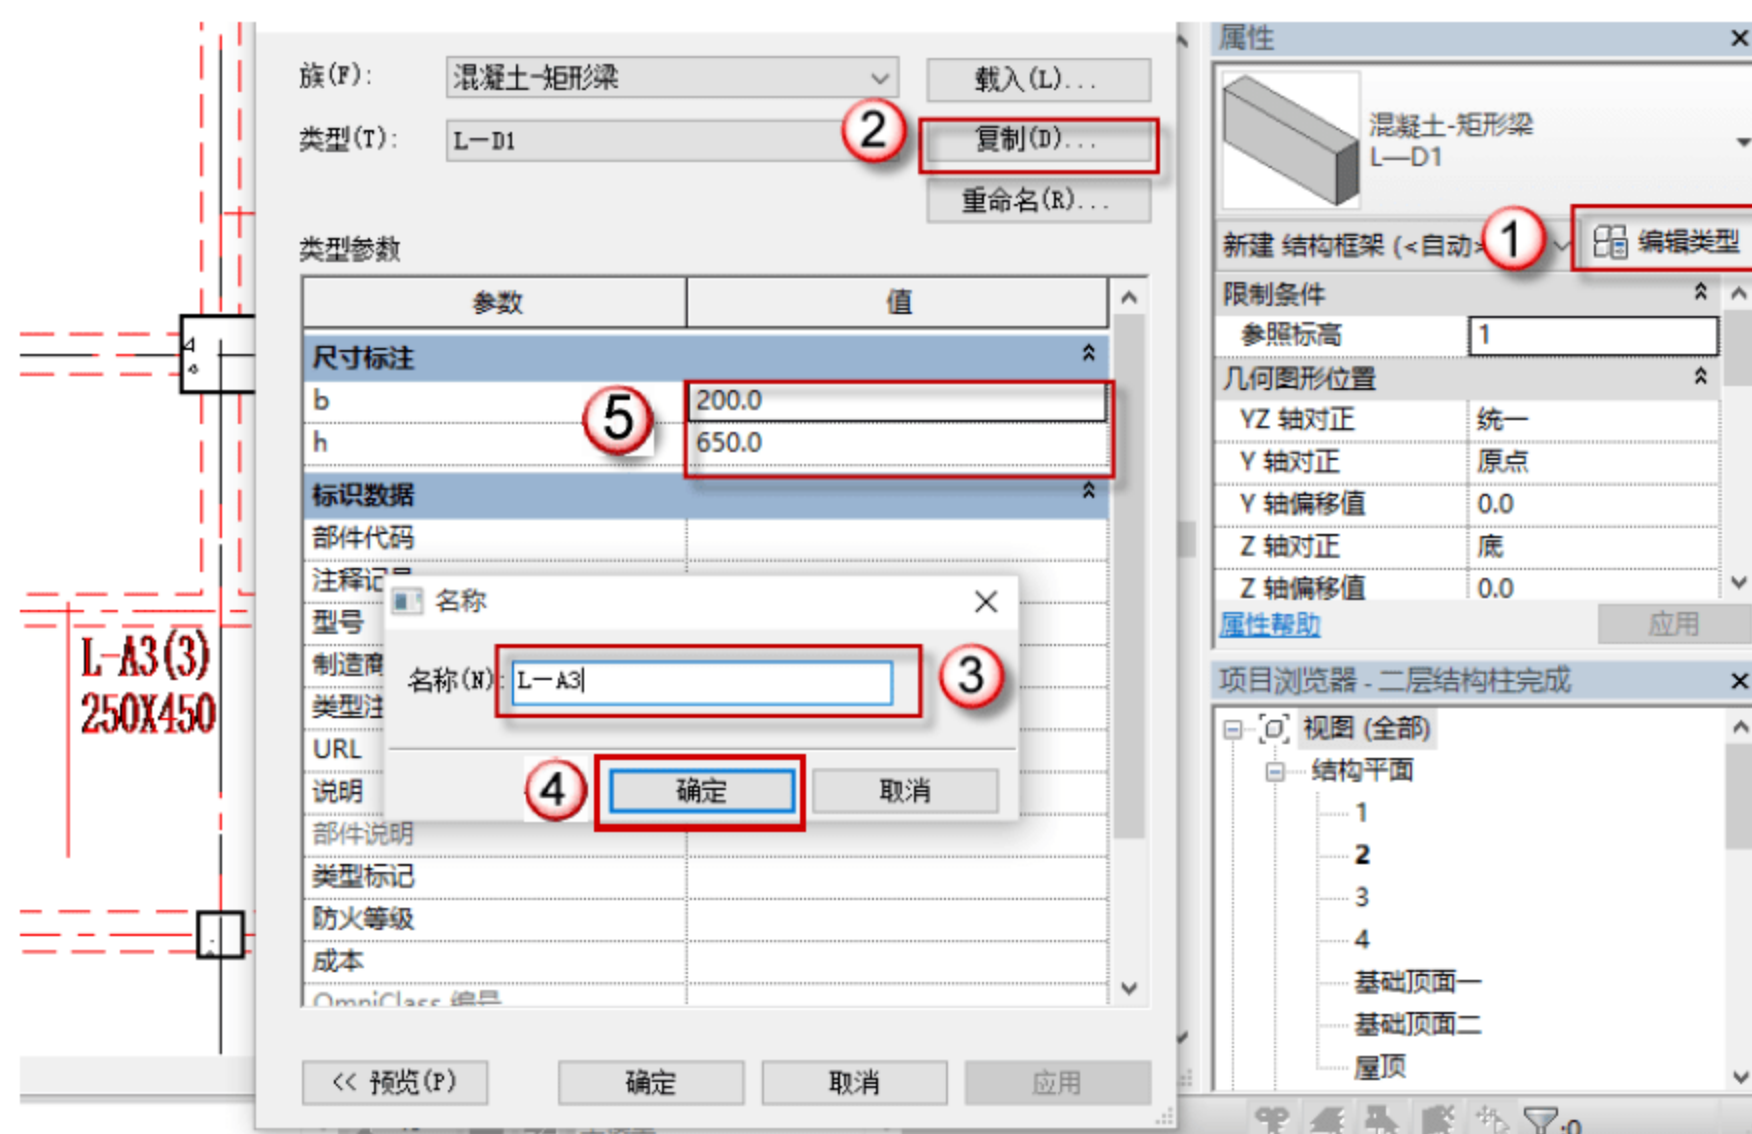

图 4.2.73 设置 L-A3 参数
(23) 设置矩形梁 L-A3 参数, 按快捷键 B+M, 出现绘制的界面, 单击“编辑类型”按钮, 在弹出的对话框中单击“复制”按钮, 再在弹出的对话框中命名新的族 L-A3, 单击“确定”按钮。在“尺寸标注”栏设置参数, 如图 4.2.73 所示。